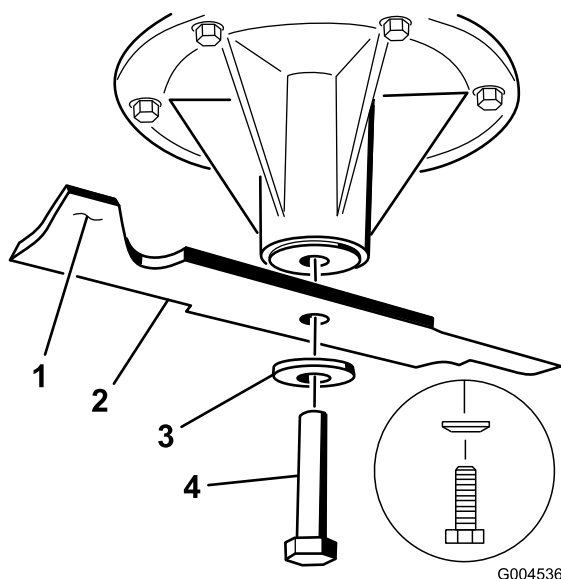

Figure 91
- Enlevez de l'axe, le boulon, la rondelle bombée et la lame (Figure 91).